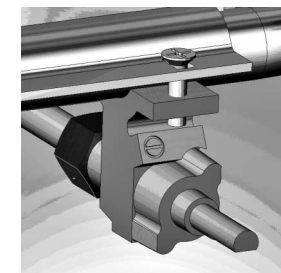

Рис. 6 Кран газовой с винтом малого пламени
- через отверстие в панели управления, повернуть регулировочный винт крана (расположен сбоку см. рис. 6) по часовой стрелке до упора;
- винт крана «малое пламя» (расположен сбоку см рис. 6) закрутить по часовой стрелке до упора;